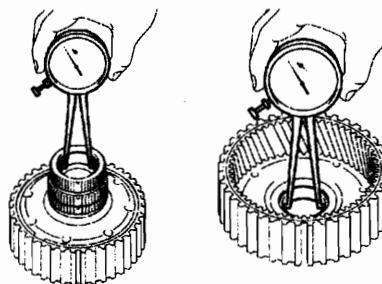
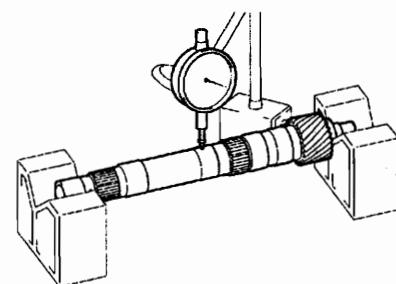

图 12-1-54
图 12-1-55
(60) 检查后行星齿圈法兰分总成。如图 12-1-54 所示, 用百分表测量后行星齿圈衬套内径, 最大内径为 32.175mm。若内径大于最大值, 则更换后行星齿圈。
(61) 检查中间轴。
①如图 12-1-55 所示, 用百分表检查中间轴跳动量, 最大跳动量为 0.08mm。注意: 若超过规定值, 则应更换中间轴。